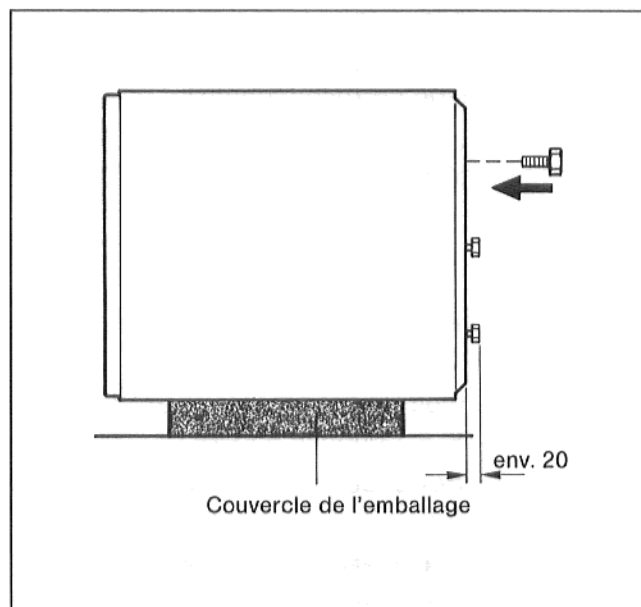

Fig. 3
- Enlever le couvercle de l'emballage et le poser sur le sol comme support de protection (fig. 3).
- Visser 3 pieds réglables sous le préparateur en laissant env. 20 mm (fig. 3).